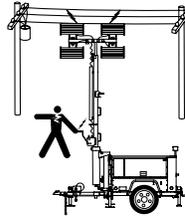

**Figure 14. Interrupteur de clé de contact (moteur Lombardini/Deutz)**
3. Insérez la clé de contact dans l'interrupteur de clé de contact (Figure 14). Faites tourner la clé de contact dans le sens des aiguilles d'une montre d'un cran, jusqu'à la position MARCHE. La lumière de l'indicateur de préchauffement s'allumera. Attendez que cette lumière d'indicateur s'éteigne. Lorsque la lumière de l'indicateur s'éteint, les bougies de préchauffage sont préchauffées et le moteur peut être démarré.